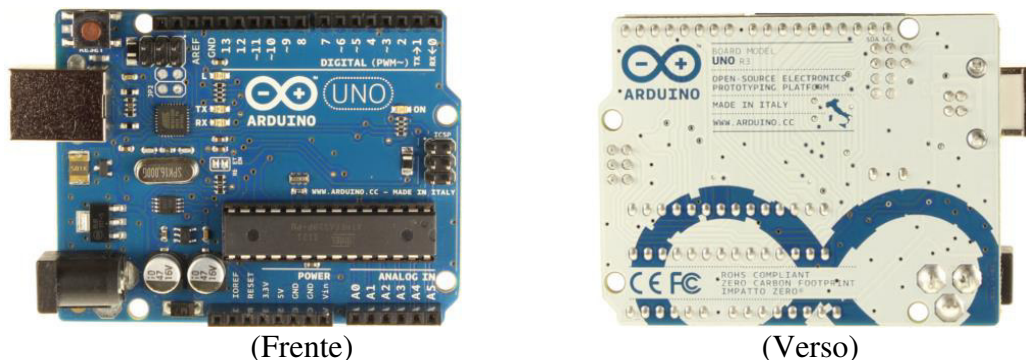

Figura 1.9 – Placa Arduino Uno. Dimensões aproximadas: 7 cm x 5 cm.
Como exemplo de microcontrolador faremos uso de um projeto muito legal: a placa Arduino, mais especificamente, Arduino Uno. É importante dizer isso, pois existem vários modelos de placa Arduino. Na placa Arduino temos um microcontrolador conhecido como ATmega 328 e um canal, ou porta, de comunicação com um microcomputador (PC), uma porta USB. Na Figura 1.9 vemos a Arduino Uno.